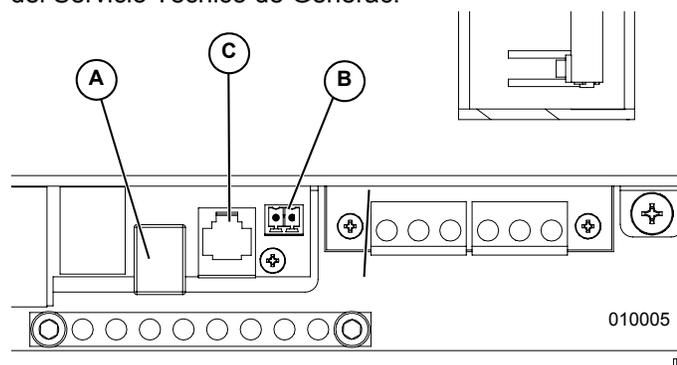

Figura 5-10. Puertos auxiliares
- Si se requiere un interruptor de desconexión de seguridad externo, este debe ser un interruptor o botón de tipo cerrado (NC).
- Consulte la Figura 5-10. Conecte el interruptor de desconexión de seguridad externo a los terminales de detención (B).